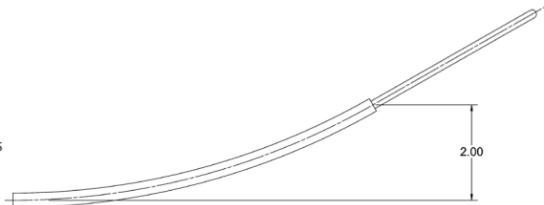

Figura 6
- Os procedimentos típicos podem exigir o seguinte perfil de curva: Consulte a Figura 6.